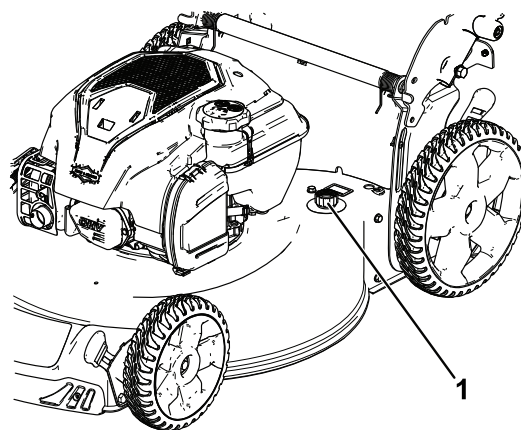

Figure 24
4. Branchez un tuyau d'arrosage, relié à une arrivée d'eau, au raccord de lavage (Figure 24).